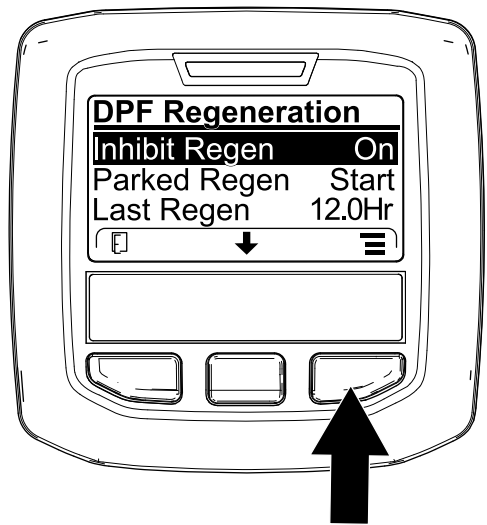
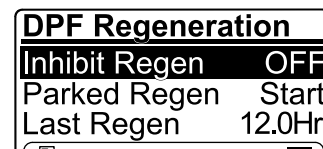

図 44
図 45
- DPF Regeneration メニューで、中央ボタンを押して再生禁止 INHIBIT REGEN オプションに移動し、右ボタンで中に入る 図 44。
- 右ボタンを使って、設定を ON から OFF 図 44 または OFF から ON に変える 図 45。